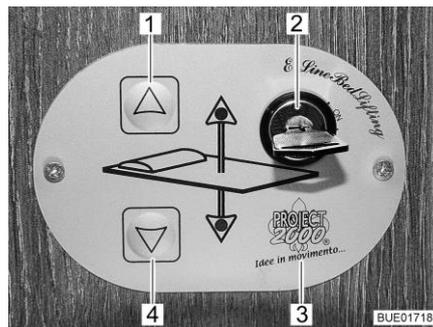

Fig. 73 Elemento de mando
Con las teclas (Fig. 73,1 y 4) en el elemento de mando (Fig. 73,3), se subirá o bajará la cama elevada. Con el interruptor llave (Fig. 73,2), se bloqueará el elemento de mando contra su utilización no autorizada.
- Girar la llave en el interruptor llave (Fig. 73,2) 90° en sentido de las agujas del reloj a la posición "On". El elemento de mando (Fig. 73,3) está activado.
- Pulsar la tecla de flecha (Fig. 73,4) y mantenerla pulsada hasta que la cama elevada haya bajado a la posición deseada.
- Pulsar la tecla de flecha (Fig. 73,1) y mantenerla pulsada hasta que la cama elevada haya subido a la posición final.